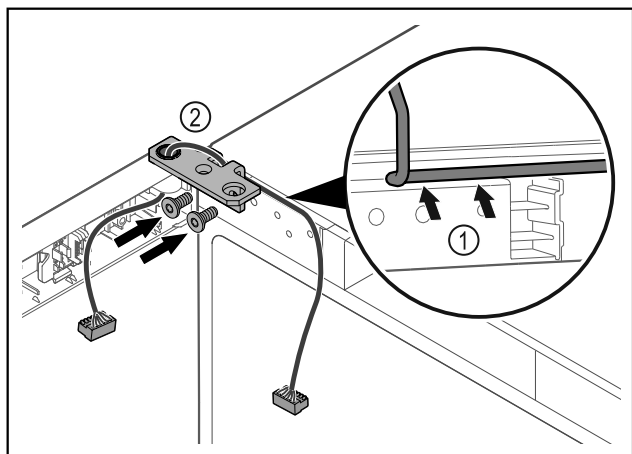

Fig. 43
- ▶ Sæt kablet gennem hængselvinklens udsparring, og træk det forsigtigt Fig. 43 (1).
- ▶ Skru hængselvinklen Fig. 43 (2) på.